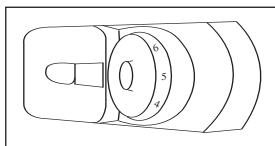

fig. 5
- Il existe également un support réglable pour la charnière inférieure de la porte (voir le schéma figure 5). Après avoir mis le minibar à niveau, régler le support de la charnière vers le haut ou vers le bas de manière à ce qu'il repose sur la surface sur laquelle est placé l'appareil.